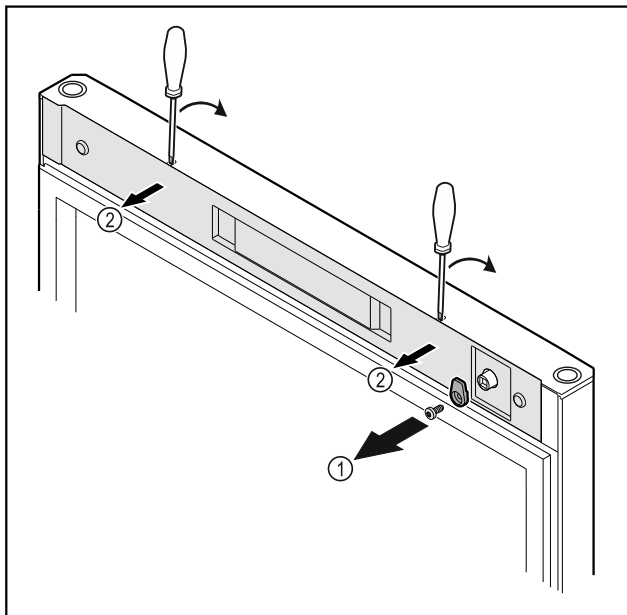

Fig. 18
- Sluithaak Fig. 18 (1) losschroeven.
- Afdekking Fig. 18 (2) met een kleine schroevendraaier losmaken en verwijderen.